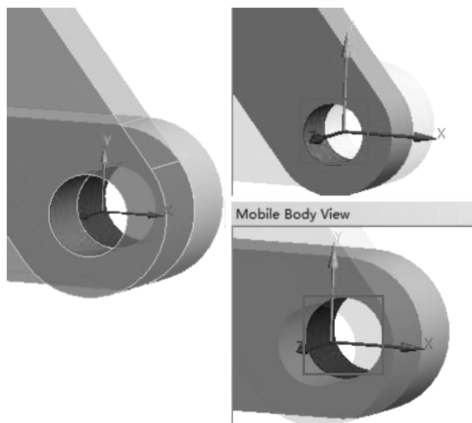

图 5-6 创建 Front rod 与 Fixed link 连接
(5) 创建 Front rod 与 Fixed link 连接: 单击【Connections】→【Joints】→【Body-Body】→【Translational】, 在标准工具栏中单击 , 参考体选择 Front rod 孔内表面, 运动体选择 Fixed link 孔内表面, 如图 5-6 所示, 其他默认。